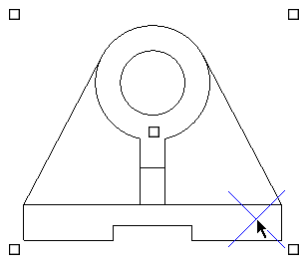

图 12-50 在主视图中选择所需的一点
- 8 在主视图中选择所需的一点, 如图 12-50 所示。这一点位于要局部剖切的区域内部。